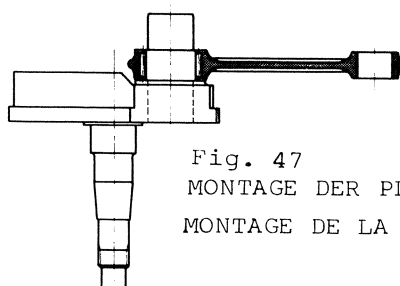

Fig. 47
- Pleuelstange samt Pleuellager auf den Kurbelzapfen montieren (Fig. 47)
- Monter le roulement de tête de bielle ainsi que la bielle sur le maneton (graisser le roulement avec de la graisse de chassis) Fig. 47.